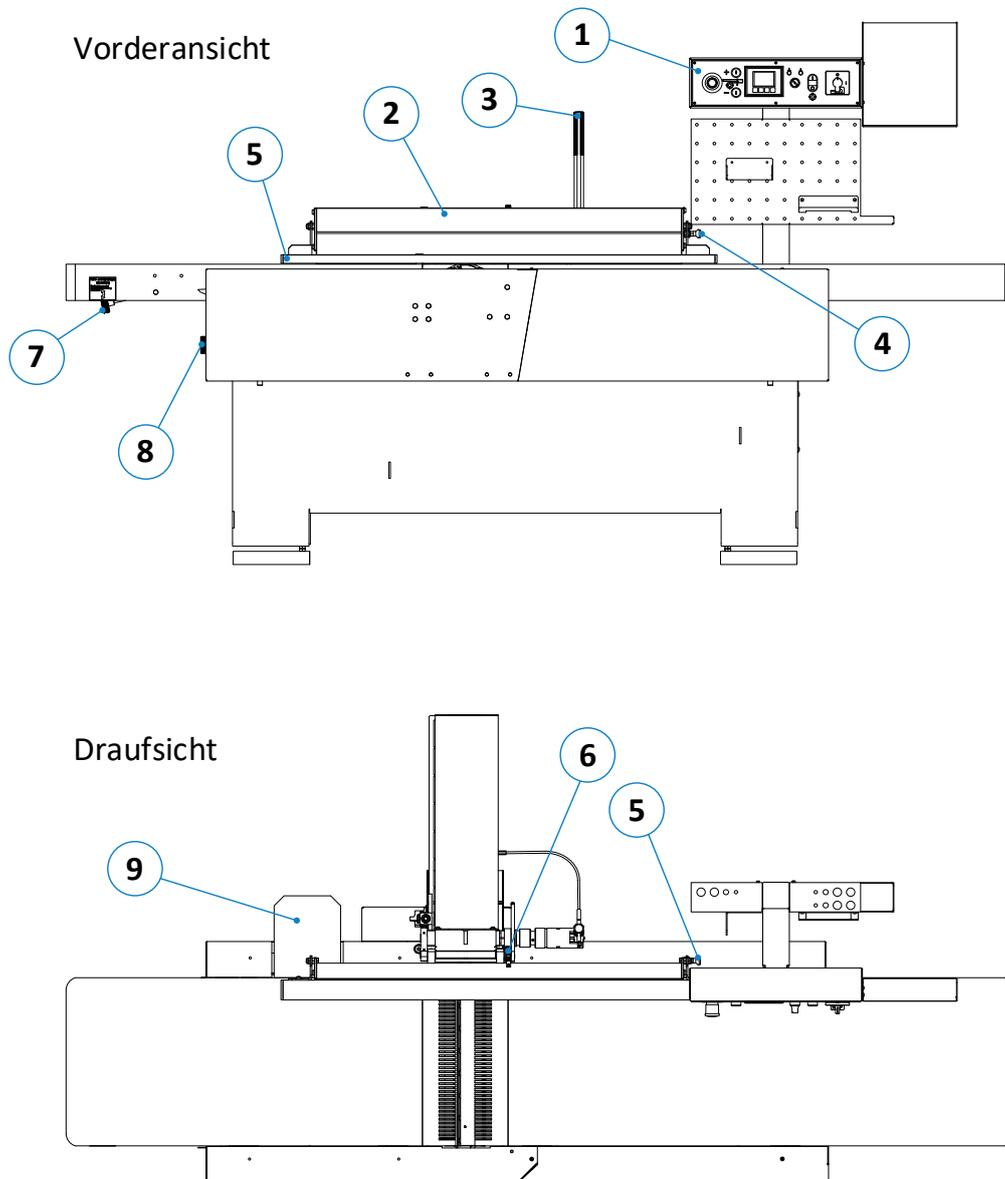

Abbildung 13: Komponenten / Bedienelemente - Maschine
Zusatzgeräte wie Winkelfügeeinrichtungen oder Vorschubapparate können auf der dafür vorgesehenen Konsole (9) angebaut werden (siehe  $\Rightarrow$  Abbildung 13 auf der nächsten Seite). Diese Anbaukonsole ist bereits standardmäßig im Lieferumfang der Maschine enthalten.
Dieser Abschnitt zeigt eine Detailansicht des in ⇒Abbildung 13 gezeigten Bedienpanels (1). In dieser Großansicht können die jeweiligen Bedienelemente besser veranschaulicht werden.